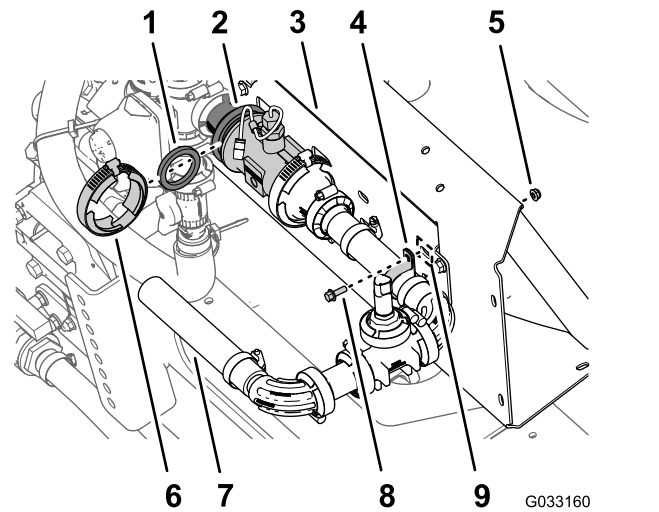

Bild 84
1. Fluchten Sie die Dichtung (2-1/4"), die Sie in Schritt 3 in Entfernen des Anschlussrohrs und des Reduzierstückadapters \(Seite 24\) entfernt haben, zwischen dem Durchflussmessgerät und dem Reduzierstückadapter aus, der an der rechten Seite des Hauptregelventils montiert ist (**Bild 84**).
2. Befestigen Sie die Dichtung, das Durchflussmessgerät und den Reduzierstückadapter (**Bild 84**) mit einer Flanschklebme (76 mm), die Sie in Schritt 2 in Entfernen des Anschlussrohrs und des Reduzierstückadapters \(Seite 24\) entfernt haben.
3. Befestigen Sie den Druckwandler und den Verteiler mit einer R-Klemme, Bundkopfschraube (1/4" x 3/4") und Sicherungsbundmutter (1/4") im Schlitz der Verteilerbefestigung, wie in Bild 84 abgebildet.